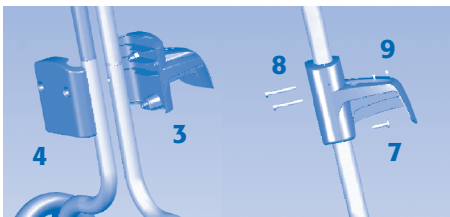

Figura 2
b) Coloque el gancho del cable (3) y su cubierta (4) en la parte inferior del carro. **Figura 2**.
c) Introduzca el tornillo (7) en la parte inferior del gancho del cable y apriételo con la llave. **Figura 2**.